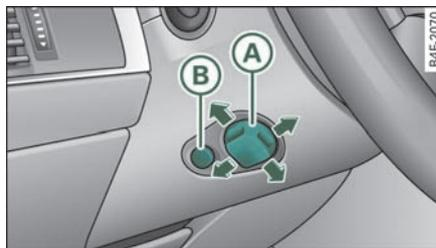

图 115 转向柱调节开关
- 向上或向下按压开关  => 图 115。只要按住开关，其高度就会自动改变。
- 向前或向后按压开关  => 图 115。只要按住开关，转向柱会自动前后移动。
— 按压转向柱左侧下面的按钮 **B** => 第106页，图 115。